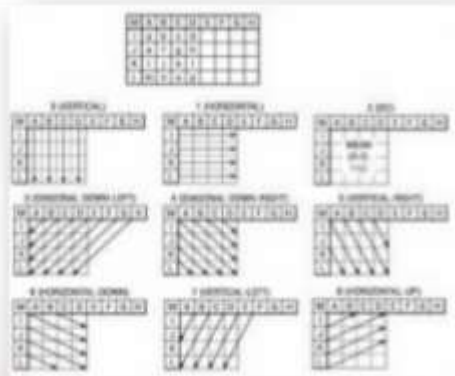

Figure 2 : Modes de prédictions AVC
- AVC : 9 modes de prédictions disponibles (figure 2)